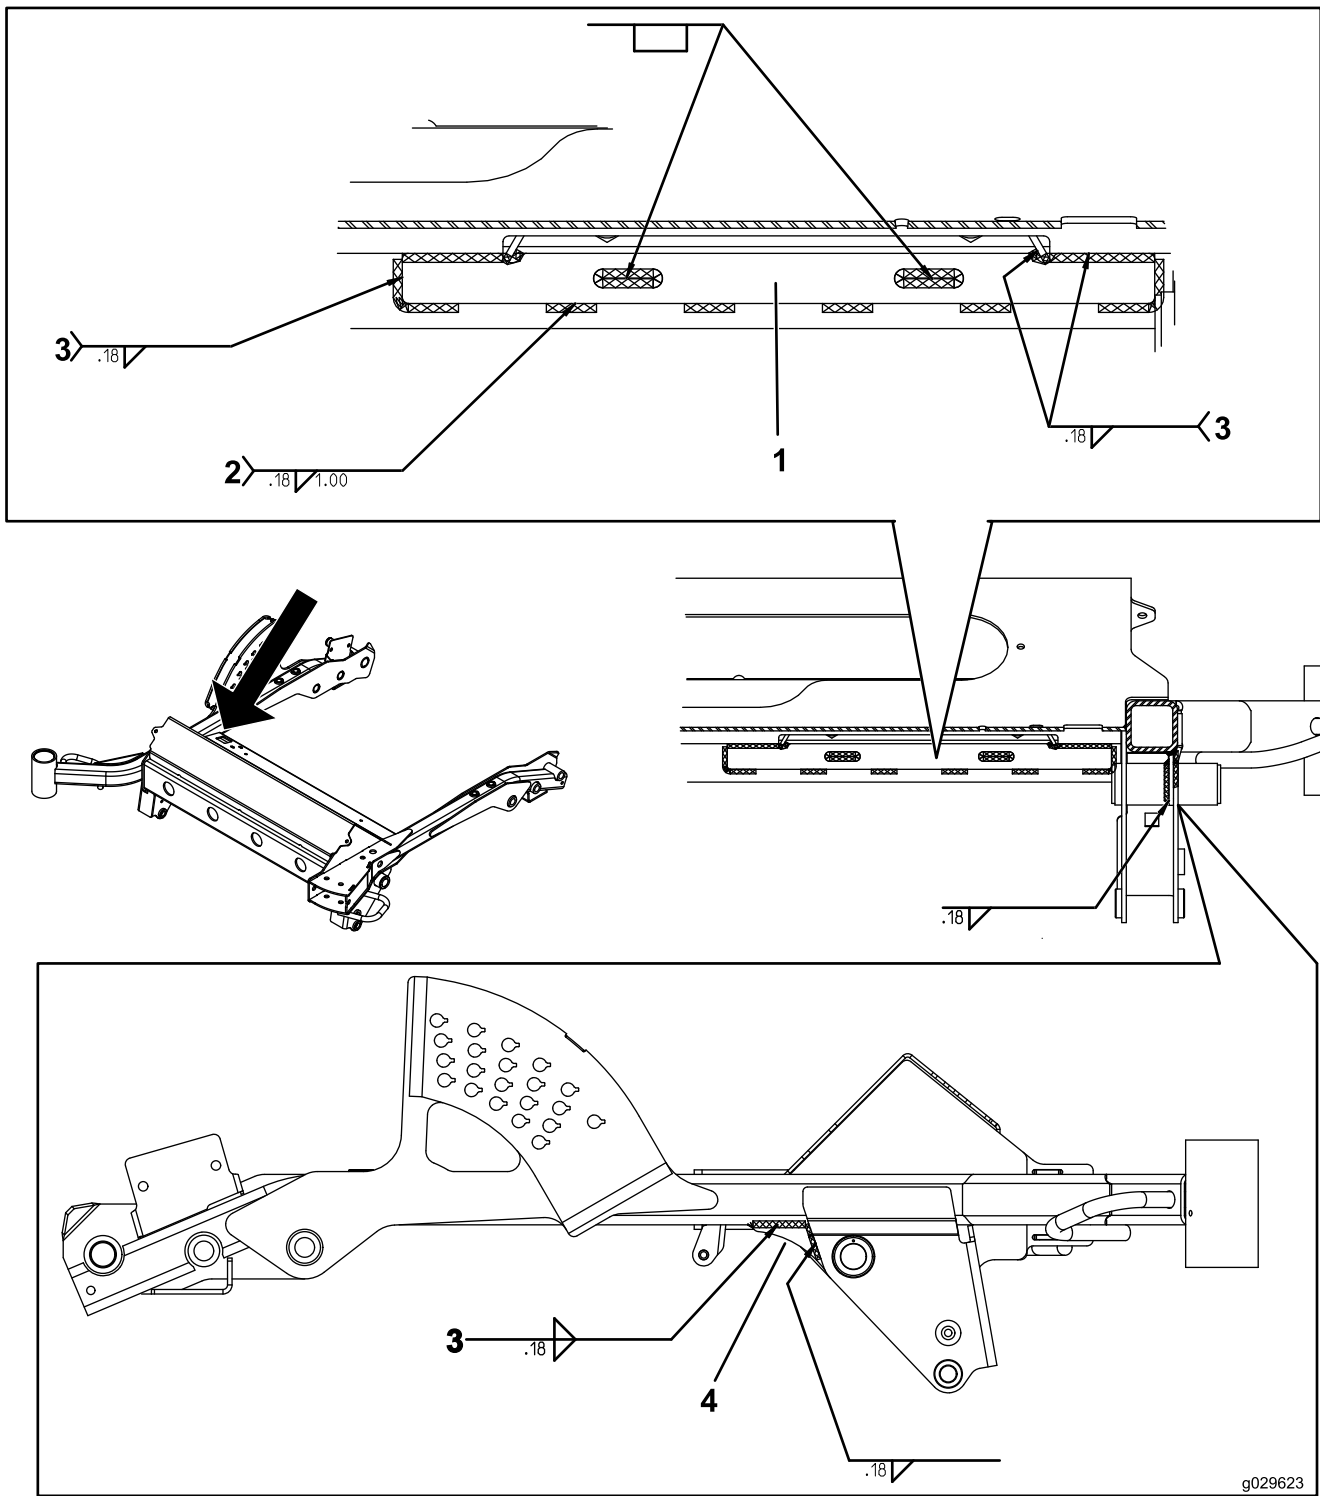

Figura 4
2. Lije la pintura en las áreas que se van a soldar, para lograr una penetración óptima de la soldadura (Figura 4).
3. Fije las chapas al bastidor y suelde siguiendo los diagramas en la Figura 4.